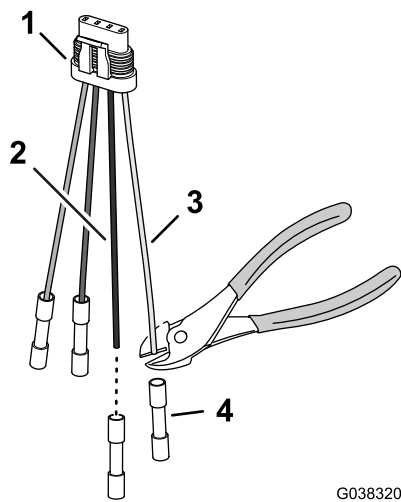

Рисунок 37
- Отрежьте соединители проводов встык для розового и черного проводов 4-штыревого переходника (Рисунок 37).